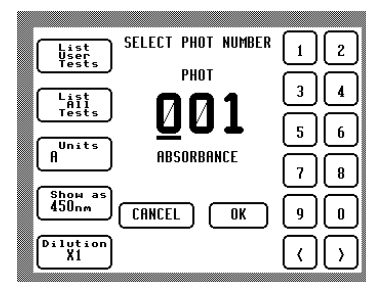

图 4 – 检测程序选择菜单
- 点击屏幕中间显示了测量程序名，屏幕会显示 “Test Selection”（检测程序选择菜单）（见 图 4）。